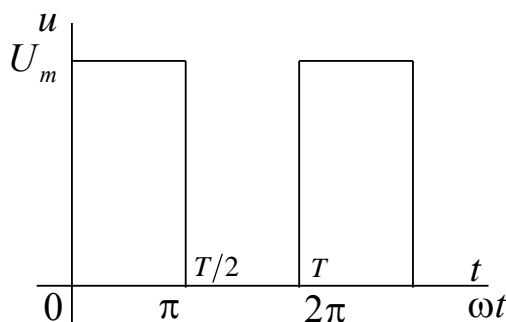
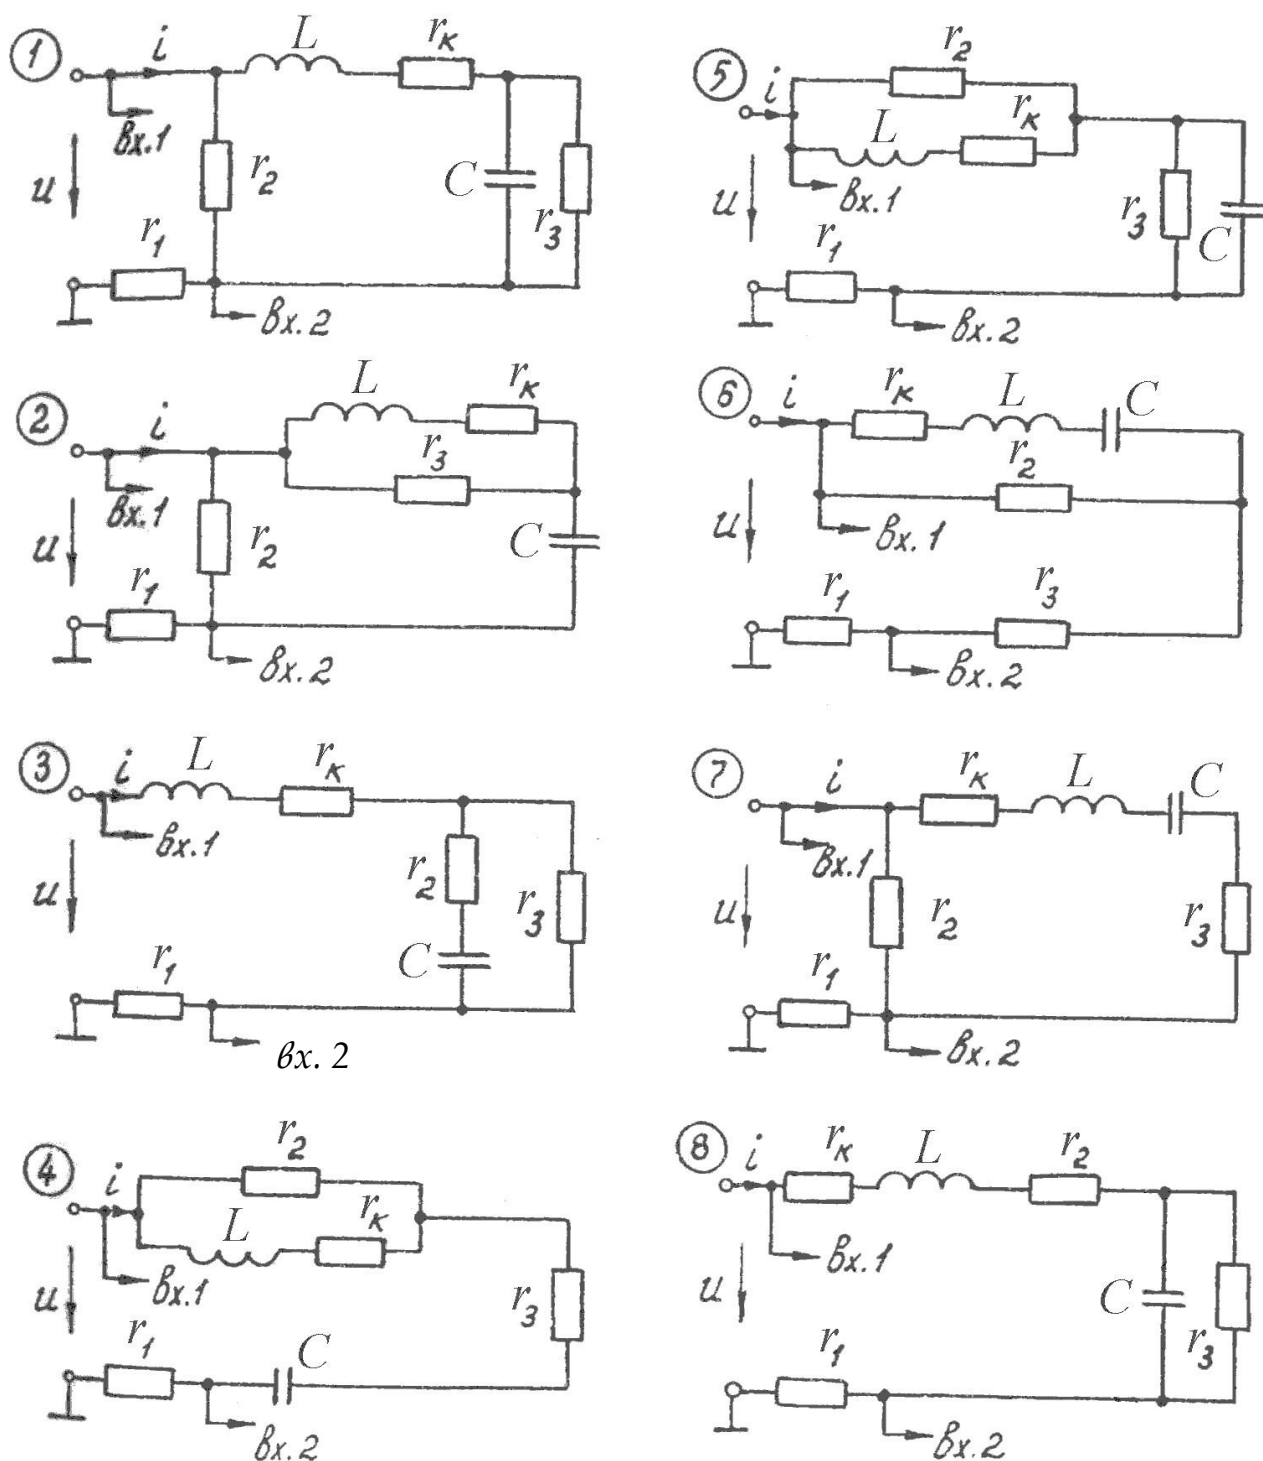
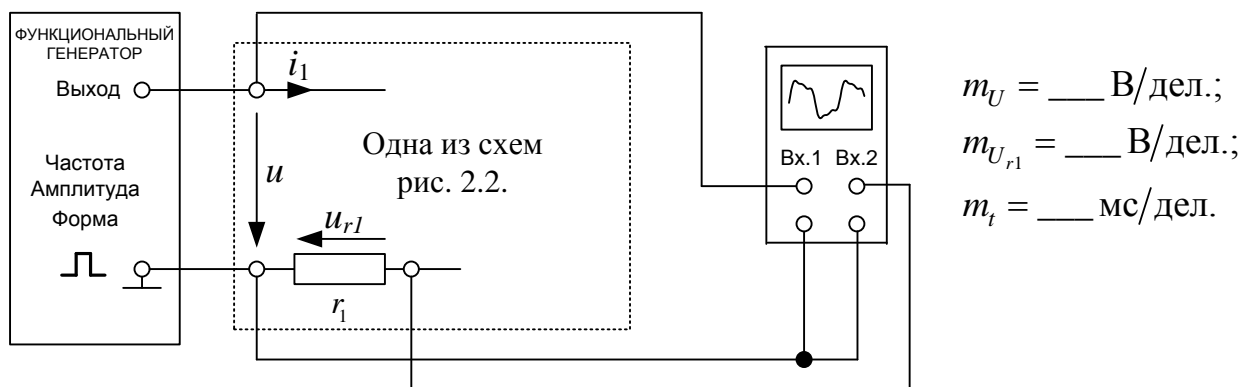

Рис. 2.1. Однополярные импульсы входного напряжения
Рис. 2.2. Схемы электрических цепей
Рис. 2.4. Схема третьего опыта
В этом опыте исследуют электрическую цепь с напряжением на входе в форме однополярных импульсов (рис. 2.1). Схемы исследуемых электрических цепей представлены на рис. 2.2.
1) Подключить к макету одной из схем рис. 2.2 (в соответствии с заданием преподавателя) *Осциллограф* и выход *Функционального генератора*, переключатель которого *Форма* установлен в положение  $\square$  (рис. 2.4). Установить на первом входе осциллографа  $m_U = 5$  В/дел., на втором – 5 В/дел.